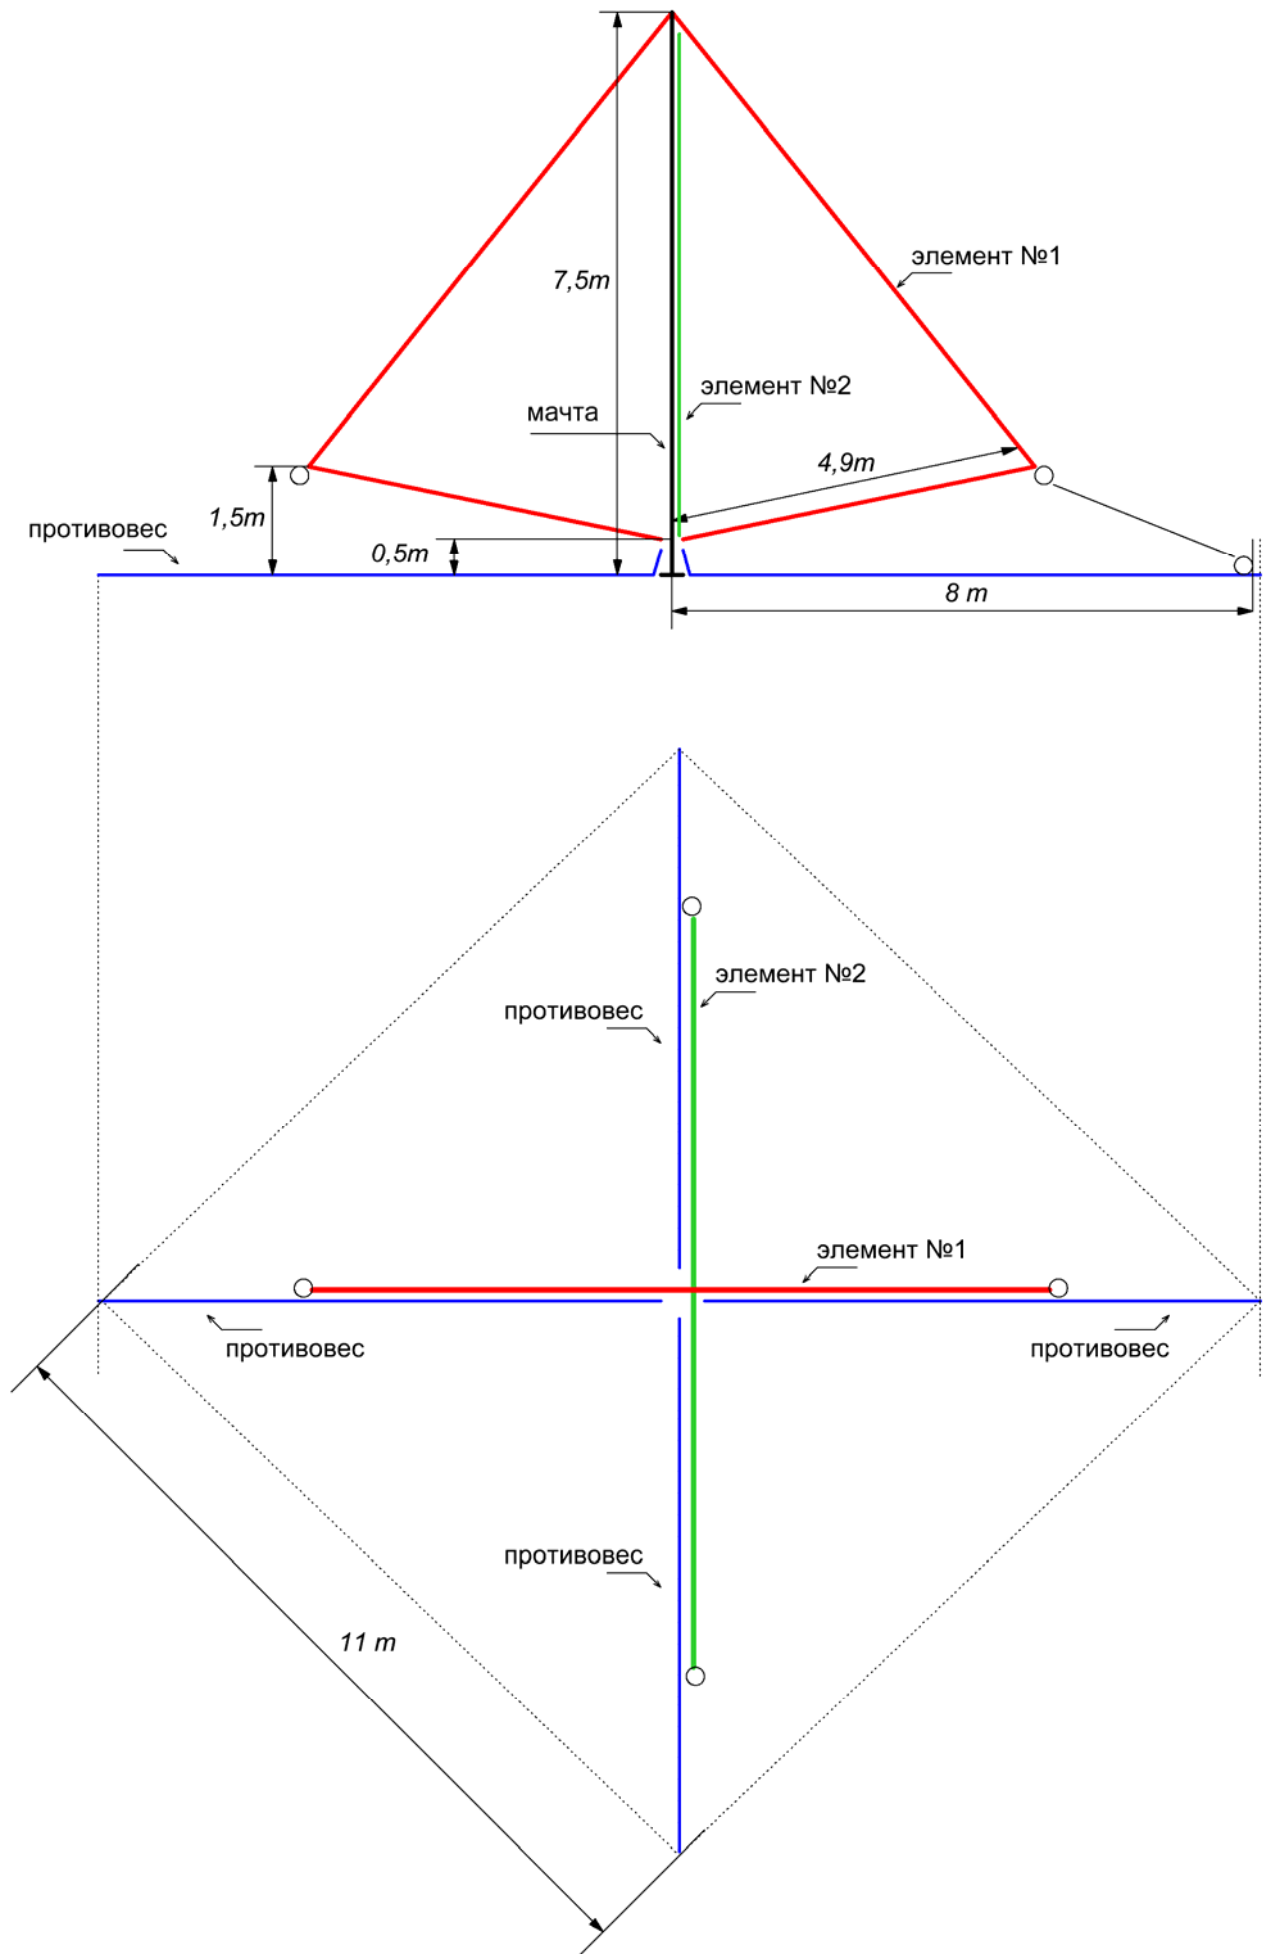

рис. 1
Расположение элементов антенны показано на рис. 1
1. Забить колья для оттяжек согласно рис.1;
Укрепить изолятор, на элементе антенны, на расстоянии примерно 4,9 м. от концов элемента. при этом необходимо обеспечить симметрию всех элементов антенны. Форма элементов может отличаться от приведенных на рис. 1, но оба элемента и их половины друг относительно друга должны быть максимально симметричны. Это очень важно для достижения максимально возможных характеристик диаграммы направленности!